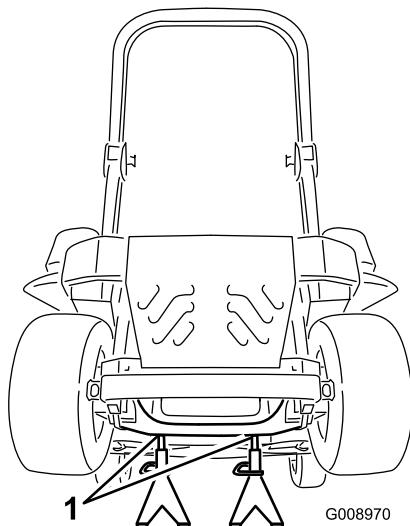

Figura 95
3. Levante la máquina y apóyela sobre gatos fijos (Figura 95).
9. Retire los soportes y baje la máquina (Figura 95).